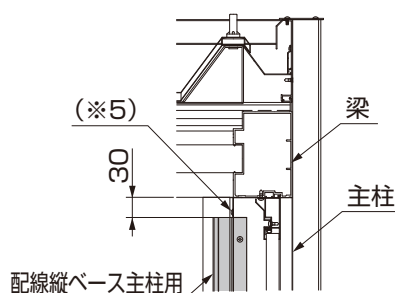

図4-4 配線縦ベース主柱用取付け位置
- 配線縦ベース主柱用を取付ける際は主柱のネジ(※5)を避けて取付けてください。(図4-4参照)